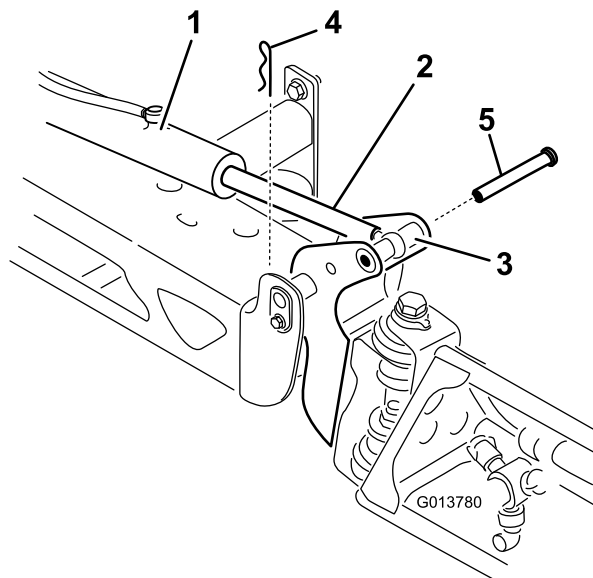

Bild 109
2. Nehmen Sie den Splint vom Lagerbolzen ab (Bild 109).
3. Heben Sie den Ausleger an und nehmen Sie den Stift ab (Bild 109), senken Sie den Ausleger dann langsam auf den Boden ab.
9. Halten Sie den Ausleger fest und stecken Sie den Stift durch das Auslegerscharnier und die Aktuatorstange (Bild 109).